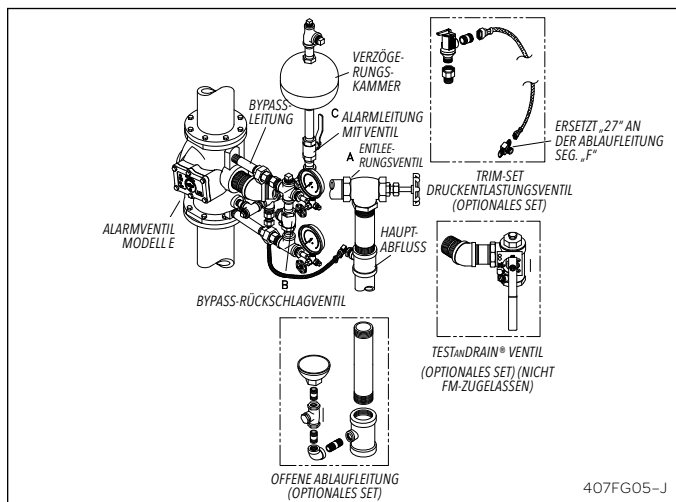
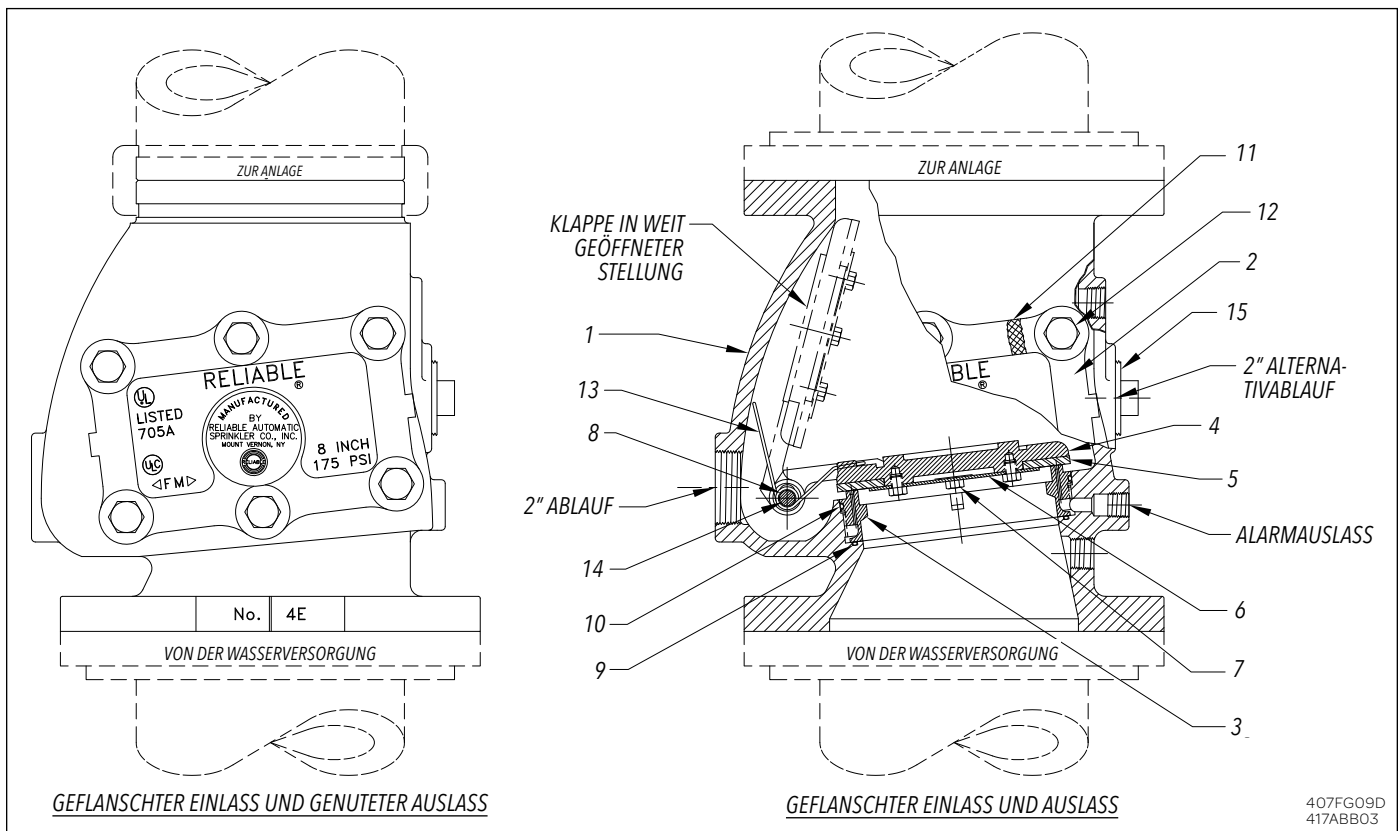

Abb. 7 – Trim-Set E3 für vertikalen Einbau
Abb. 9
1. Durch die Bypass-Leitung, Abb. 7 mit Rückschlagventil (B) können Druckstöße von der Versorgungsseite der Alarmventilklappe weitergegeben werden, ohne die Klappe aus ihrem Sitz zu heben. Wiederholte Druckstöße bauen einen effektiven Überdruck in der Anlage auf, der die Klappe stabilisiert und Fehlalarme verhindert. Sollte eine schwerer Druckstoß die Klappe aus ihrem Sitz zwingen, wodurch Wasser in die Alarmleitung strömt, kommt die Verzögerungskammer Modell E1 zum Einsatz.
### Tests (siehe Abb. 7 und 8)
1. Öffnen Sie Ventil (A), Abb. 7 zum Entleeren, um alle losen Objekte aus dem Alarmventilsitz zu spülen. Schließen Sie das Ventil und beobachten Sie, ob der Wasserfluss versiegt.
Montage: Element 5, Abb. 9.
- 3) „O“-Ring – Ventilsitz: Elemente 9 und 10, Abb. 9.
- c. Entleeren Sie in beiden Fällen (a oder b), die Anlage durch Öffnen des Ventils (A), Abb. 7 und 8. Entfernen Sie den Deckel (2), Abb. 9, den Rohrverschlussstopfen (14), den Scharnierstift (8) und die Klappeneinheit (4).
**Anmerkung:** Halten Sie die Feder (13) beim Entfernen des Scharnierstiftes (8) fest.
- 2) Entfernen Sie die „O“-Ringe, Element 9 und 10, Abb. 9. Reinigen Sie die „O“-Ring-Nuten und Dichtflächen sorgfältig. Kontrollieren Sie sie auf Schäden und Fremdkörper.
- 1) Ersetzen Sie die Klappeneinheit (Abb. 9) am Alarmventilsitz – setzen Sie den Scharnierstift (8) in das Ventil ein und führen Sie ihn durch ein Lager der Klappe (4) – Halten Sie die Feder (13) fest in ihrer Position zwischen den Lagern der Alarmklappe und schieben Sie die Klappenwelle des Alarmventils durch die Federn und Buchsen zur anderen Seite des Ventils – Ersetzen Sie den Rohrverschlussstopfen (14).
- 3) Ersetzen Sie den Deckel (2) und vergewissern Sie sich, dass die Deckeldichtung (11) an Ort und Stelle ist und Schrauben und Muttern fest angezogen sind.
- 4) Schließen Sie das Entleerungsventil (A), Abb. 7. Öffnen Sie langsam die Hauptabsperrramatur. Stellen Sie sicher, dass Ventil (C) und die Hauptabsperrramatur korrekt in der offenen (OPEN) Stellung kontrolliert werden.
Fehlalarme werden in der Regel durch Druckstöße in der Wasserversorgungsleitung verursacht und können auftreten, wenn die Anlage ihren effektiven Überdruck verliert (siehe „Betrieb“). Ähnliche Messwerte der Manometer von Anlage und Versorgungsleitung zeigen visuell, dass der Überdruckzustand verloren wurde. Einer oder mehrere der folgenden Punkte tragen zu diesem Druckverlust bei – Undichte Anlagen-Entleerungsventile, Undichtigkeit am Alarmventilsitz (3), Abb. 6, Undichtigkeit zwischen Klappe (4) und Besatz (5) oder Undichtigkeit am Bypass-Rückschlagventil (B), Abb. 7.